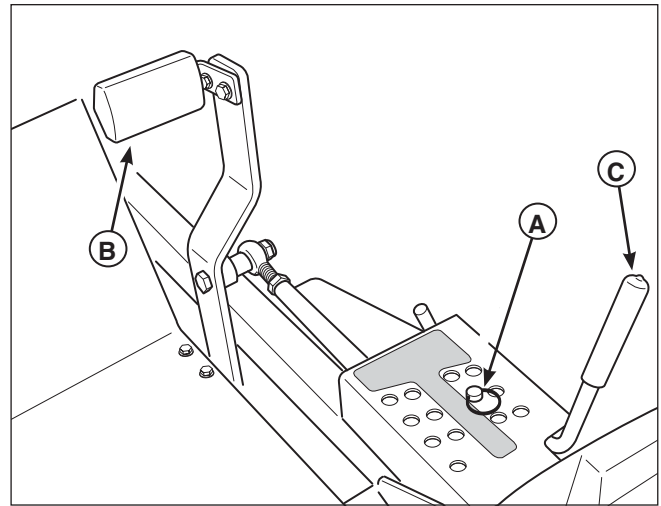
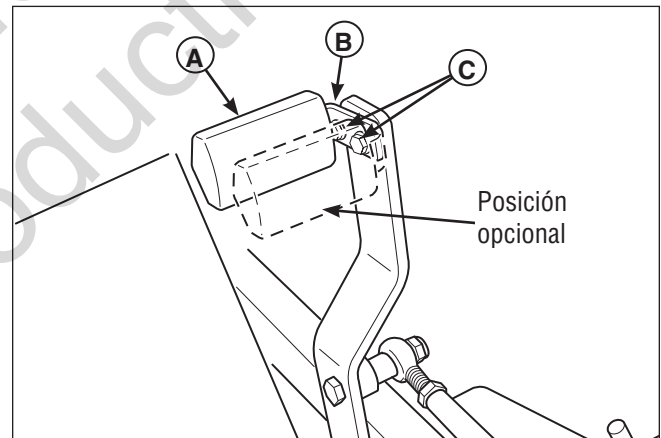

Figura 6. Ajuste de la altura de podado
Figura 7. Ajuste de pedal
El pasador de ajuste de la altura de corte (A, Figura 6) controla la altura de corte de la podadora. La altura de corte es ajustable entre 1-3/4" (4.4 cm) y 4-1/2" (11,4 cm) en incrementos de 1/4" (0.64 cm).
1. Quite el pedal (A, Figura 7) de la lengüeta de montaje (B).
2. Quite el perno de montaje del pedal (C) y gire la lengüeta 180 grados.
4. Coloque nuevamente el pedal en la lengüeta de montaje en la dirección correcta, como se muestra en la Figura 6.